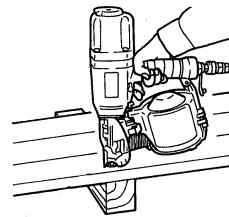

Fig. 7
- Tome las precauciones necesarias para asegurar la seguridad de las personas que se encuentren en los alrededores durante la operación. Puede dejar la herramienta en una superficie nivelada, tal como se muestra en la Fig. 7.